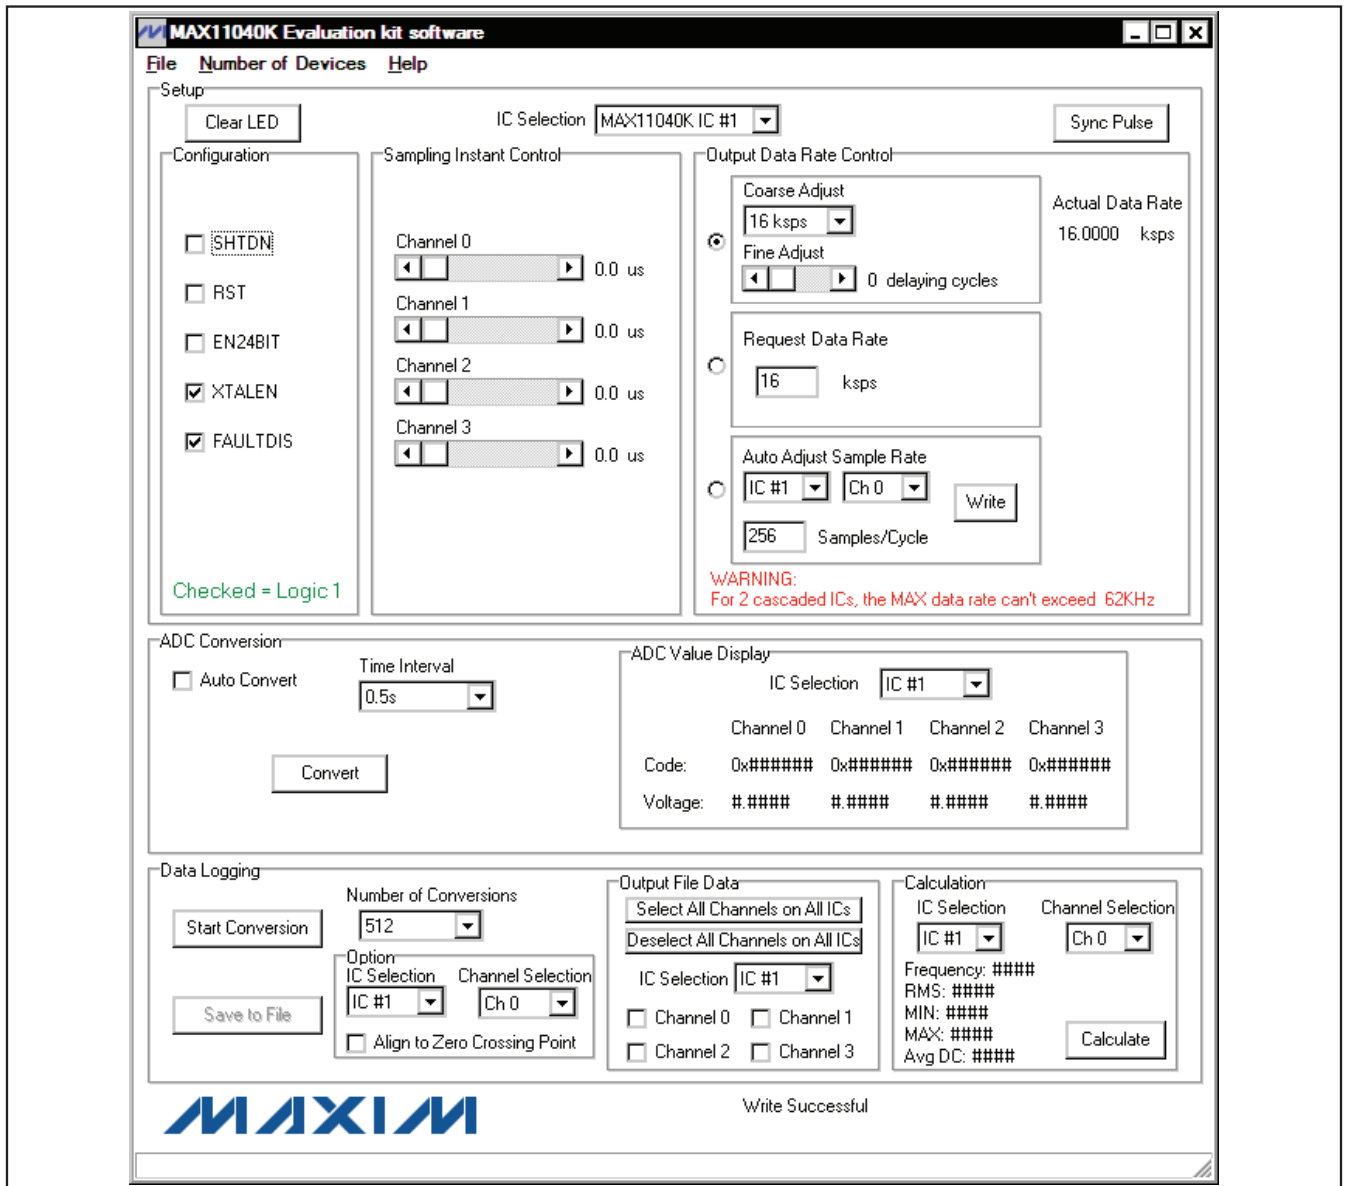

图1. MAX11040K评估软件主窗口
- 12) 等待程序自动检测MAX11040K硬件并显示用户界面面板(图1)。
MAX11040K评估软件的主窗口如图1所示。窗口顶部的Setup组合框包括Configuration、Sampling Instant Control和Output Data Rate Control组合框。与读取单次ADC采样值相关的功能位于中间部分的ADC Conversion组合框中。数据记录功能和数据计算功能位于主窗口底部的Data Logging组合框。
子板上有4个LED指示灯(D1-D4)。D1和D2 LED分别表示FAULT和OVRFLW引脚上的实时逻辑电平。D3和D4 LED分别在FAULT和OVRFLW引脚上产生故障条件时锁定。D3或D4点亮时，故障清除后，按评估软件(图1)中的Clear LED按钮，或者按板载按钮(S2)关闭LED。IC FAULT和OVRFLW引脚全部为开漏输出，分别以线或配置连接。